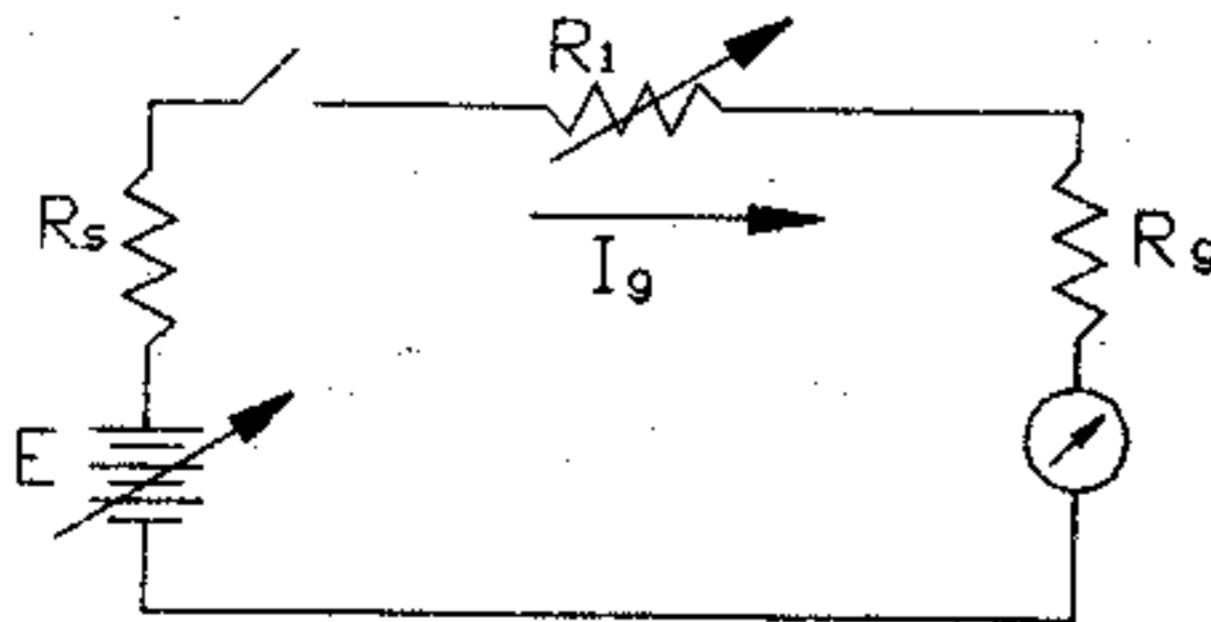

Figura 3
a) Arme el circuito de la figura 3.